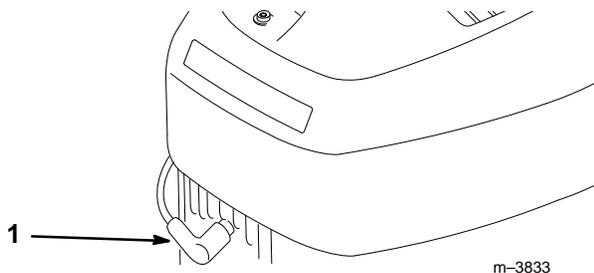

Figure 38
1. Arrêter le moteur et débrancher le fil de bougie (Fig. 38) avant d'installer ou de retirer l'obturateur.
1. Arrêter le moteur et débrancher le fil de bougie (Fig. 38), avant d'installer ou de retirer la plaque de paillage.